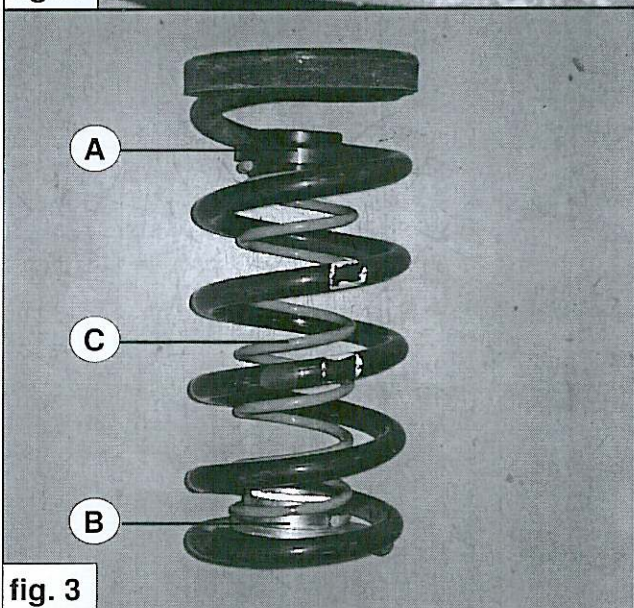

fig. 3
5. Monteer de hulpveerset in de hoofdveer, zoals aangegeven in fig. 3.